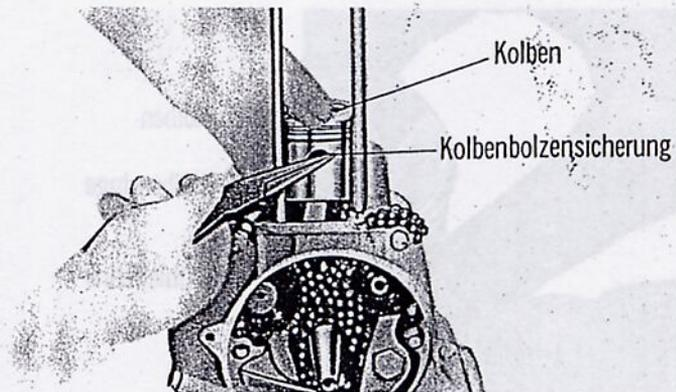

Abbildung 32
1. Der Kolben wird von der Pleuelstange abgenommen, indem man die Kolbenbolzensicherung herausnimmt und dann den Kolbenbolzen herausdrückt. (Abbildung 32)